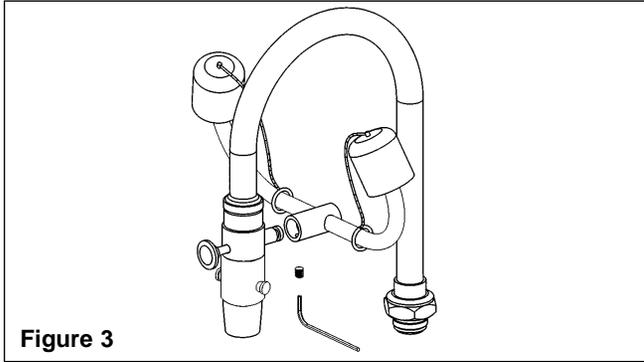

Figure 3
1. Remove the Allen screw from the Eyewash Yoke Assembly using the enclosed small Allen wrench (see Figure 3).
1. Retirer la vis Allen du cadre de la douche oculaire, en utilisant la clé Allen fournie (voir Figure 3).